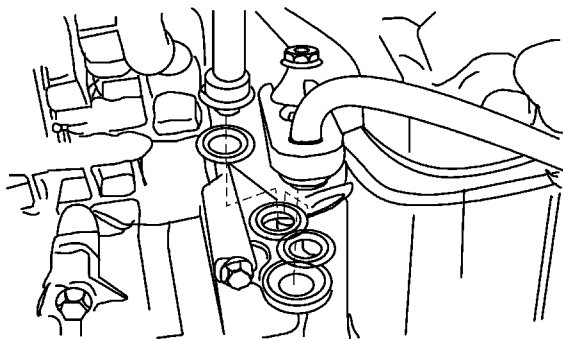

图 5-41 拆卸排出软管与压缩机之间的固定螺母
- 3) 按照图 5-41 所示, 拆卸排出软管与压缩机之间的固定螺母。